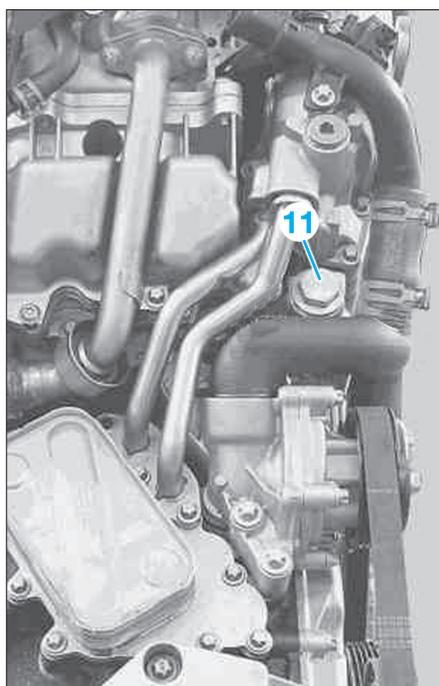

FIG. 63
- Desserrer par le bas le tendeur de chaîne (11) et le sortir par le haut (Fig.63).